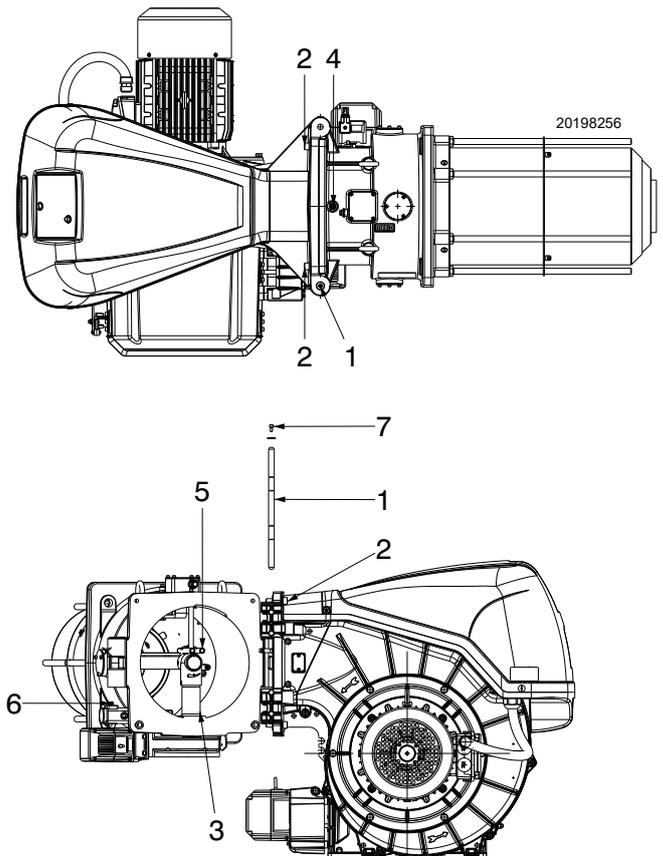

Abb. 16
Der Brenner wird werksseitig für die Öffnung nach links ausgelegt, sodass der Bolzen 1) (Abb. 16) in seinem Sitz gehalten wird.
- A den die Verbindung Stecker/Anschlussbuchse 6) (Abb. 16) des Gas-Höchstdruckwächters trennen;
- D den Brenner, gemäß Abb. 16 vollständig öffnen;
Um den Brenner auf der anderen Seite zu öffnen, vor dem Entfernen des Bolzens 1) (Abb. 16) überprüfen, dass die 4 Schrauben 2) festgezogen sind.